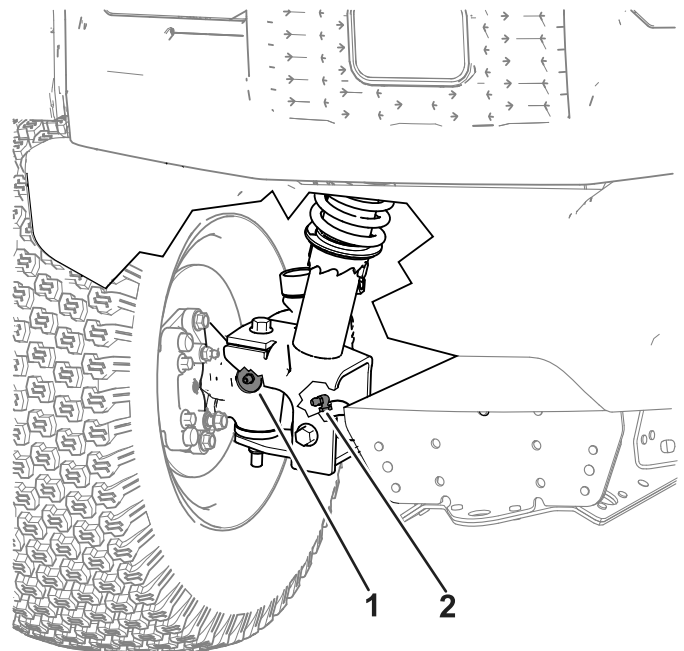

Figure 41
- Essuyez les graisseurs avec un chiffon pour éviter que des impuretés ne pénètrent dans le roulement ou la bague. Voir Figure 41.